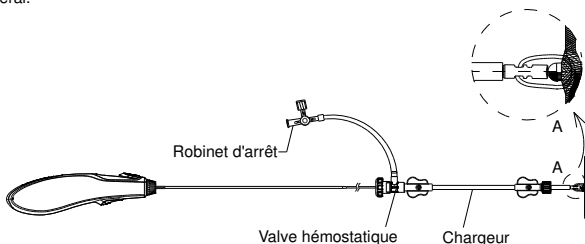
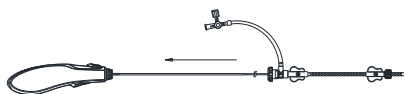

Figure 6. Illustration du dispositif d'occlusion de FOP CeraFlex™
Figure 7. Illustration du chargement du dispositif dans un chargeur
- Vérifier soigneusement la connexion entre le dispositif d'occlusion et le câble de pose (cf. Figure 6). Immerger le dispositif et le chargeur dans la solution saline et rétracter d'un mouvement sec le dispositif dans le chargeur (cf. Figure 7).